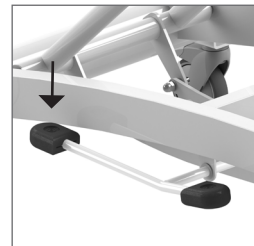

Abbildung 3. Anheben.
- Der Duschwagen bewegt sich durch ruhiges und gleichmäßiges Drücken des langen Stücks des Fußpedals nach oben (*Siehe Abbildung 3*).